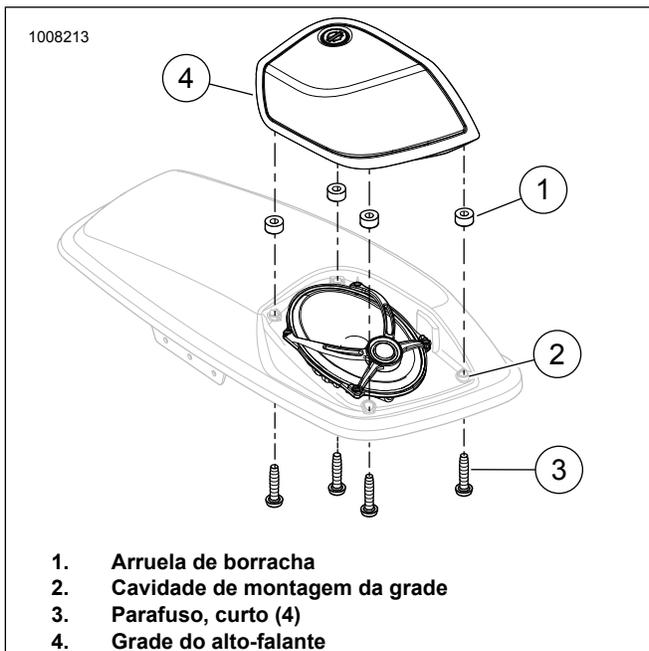

Figura 25. Instalação e remoção da grade
22. Veja a figura 25. Coloque as arruelas de borracha (1) dentro da cavidade de montagem da grade (2).